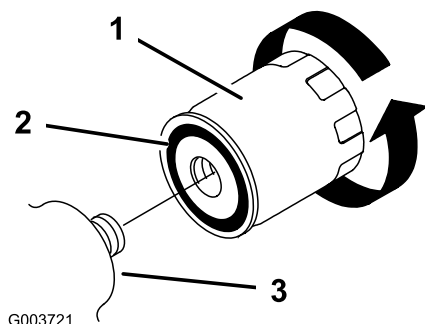

図 37
5. 古いフィルタ（図 37）を外し、フィルタのアダプタガスケットの表面をきれいに拭く。
6. 新しいフィルタのゴム製ガスケットにきれいな油圧オイルを薄く塗る（図 37）。
7. アダプタに新しいフィルタを取り付ける（図 37）。ゴム製ガスケットがアダプタに当たるまで手でねじ込み、そこから更に 1/2 回転増し締めする。